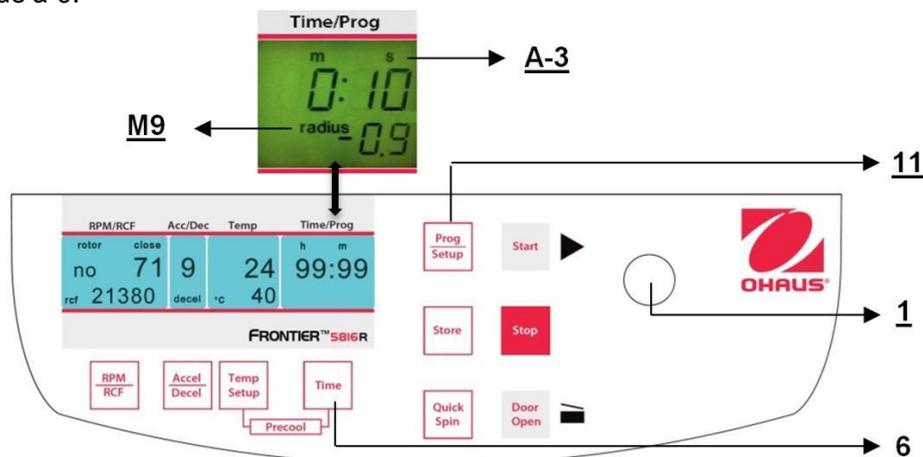
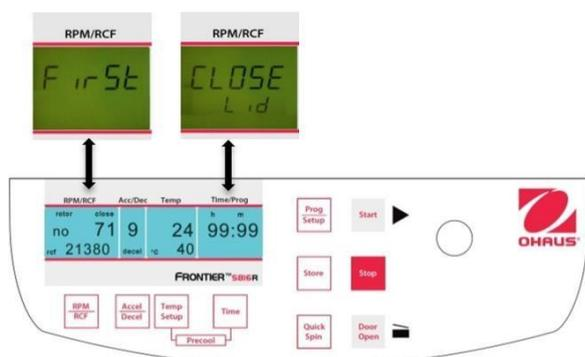

Figure. 24
Figure. 26
Fermer le couvercle et maintenir ensuite appuyées les touches "Time" (6) (voir la figure 24) et "Prog/Setup" (11). Sur l'affichage "Time/Prog" (A-3), le mot "radius" (M9) apparaît. Avec le bouton de réglage (1), l'utilisateur peut présélectionner des corrections du rayon (voir Tableau 7, ANNEXE) par incrément de 0,1 centimètre. Après avoir défini une correction du rayon, le mot "radius" (M9) apparaît. Ce mot sera visible jusqu'à ce que la correction du rayon soit revenue à 0.
Fermer le couvercle de la centrifugeuse. Procéder dorénavant selon la description précédente afin de définir tous les paramètres importants de la centrifugation. Si le couvercle n'est pas fermé lors de la mémorisation du programme, les mots **"FirSt"** et **"CLOSE Lid"** (voir la figure 26) clignotent alternativement sur l'affichage **"RPM/RCF"** (A-1). Si la centrifugation doit être démarrée sans mémorisation du programme, les mots **"First"** et **"PrESS StoreE"** (voir la figure 24) clignotent alternativement sur l'affichage **"RPM/RCF"** (A-1).